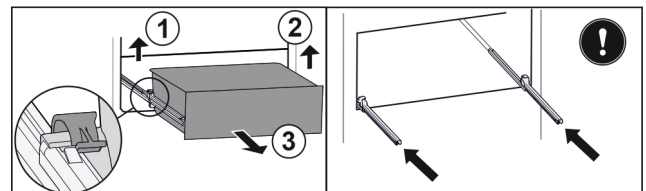

Fig. 180
- ▶ Linke Klemme anheben und gleichzeitig Schubfach links nach vorne ziehen. Fig. 180 (1)
- ▶ Rechte Klemme anheben und gleichzeitig Schubfach rechts nach vorne ziehen. Fig. 180 (2)
- ▶ Schubfach nach vorne entnehmen. Fig. 180 (3)